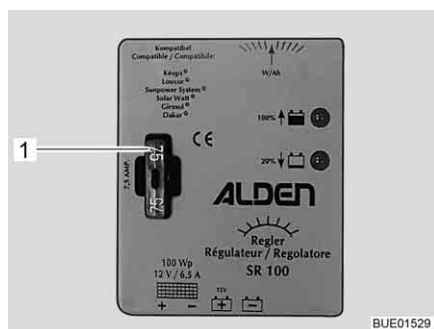

Bild 117 Säkring till laddningsregulator för solpanel 100 W
- Byt flatsäkring 5 A/ljusbrun (Bild 117,1).